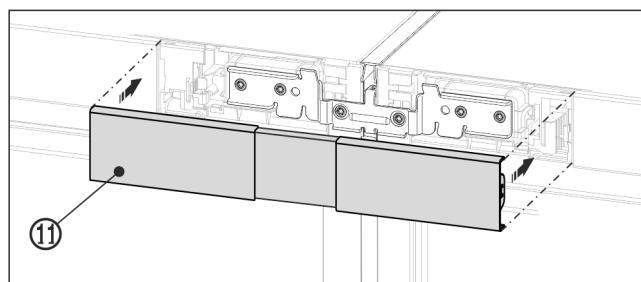

Fig. 23 Príklad zobrazenia
- Horný kryt Fig. 23 (11) priklopnite na ešte otvorený medzi priestor oboch záslepiek ovládacej časti. Dbajte pri tom na to, aby vonkajšie strany krytu lícovali so záslepkami ovládacej časti.